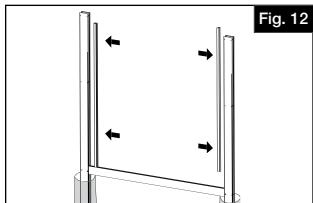

Fig. 12
- Enclencher les bandes adaptateurs dans les rainures sur les deux poteaux (Fig. 12).